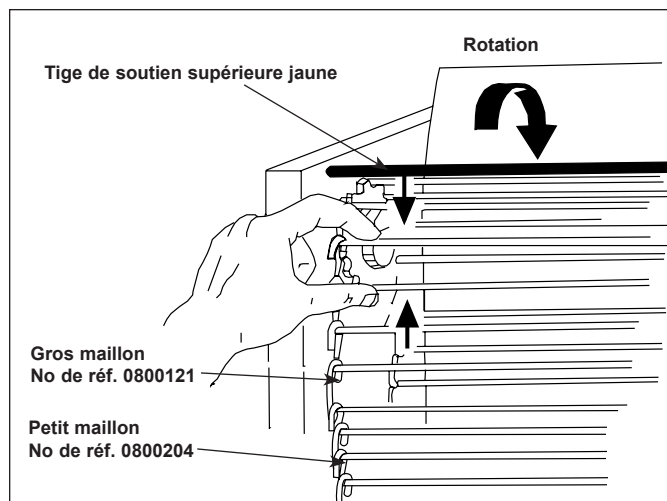

Figure 9. Retrait de la chaîne du tapis du transporteur
1. Retirez les écrous borgnes (Figure 9).